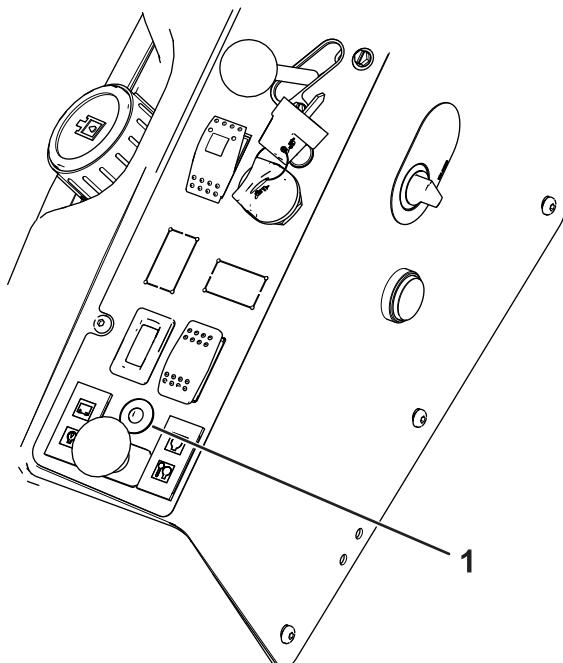

Figura 11
- i. A luz LED (Figura 11) pisca enquanto o sensor calibra.
A luz e o alarme indicam a gravidade do declive (Figura 11):